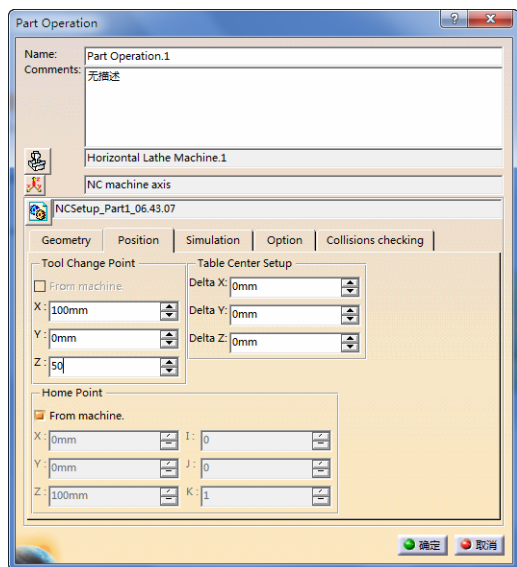

图 7-11 定义换刀点 (1)
6) 定义换刀点 (1)。选择“Part Operation.1”对话框中的“Position”选项卡, 然后设置相关参数如图 7-11 所示。单击“Part Operation.1”对话框完成定义换刀点操作。